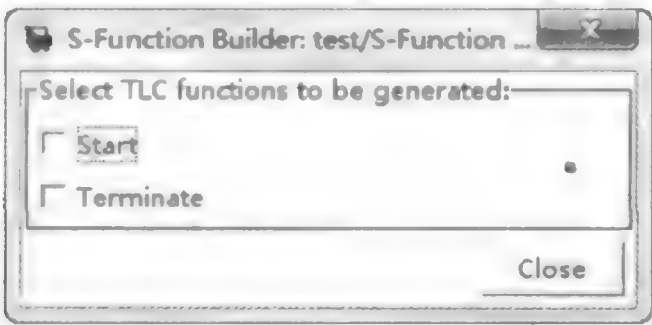

图 4.3.13 附加方法
(1) 用户可以在此界面设置一些用于生成 MEX 文件的选项。
① Compilation diagnostics: S-Function Builder 在生成 C 源代码和可执行文件时,显示有关的信息。
② Show compile steps: 选中该项,Compilation diagnostics 区域将显示编译的每个步骤。
③ Create a debuggable MEX-file: 选中该项,生成的 MEX-file 中将包含调试信息。
④ Generate wrapper TLC: 选中该项,将生成 TLC 文件。如果用户不打算让 S-Function 在 Accelerator 模式下运行,也不打算将它用在生成 Real-Time Workshop 代码的模型中,则不需要生成 TLC 文件。
⑤ Save code only: 选中该项,将不生成 MEX 文件。
⑥ Enable access to SimStruct: 选中该项,允许 S-FunctionBuilder 生成的 wrapper 函数访问 SimStruct (S)。于是用户就可以在 Outputs、Continuous Derivatives、Discrete Updates 等界面中使用 SimStruct 的宏定义及函数。
(2) Additional methods 界面如图 4.3.13 所示。